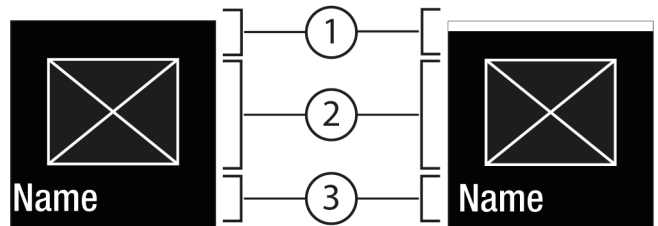
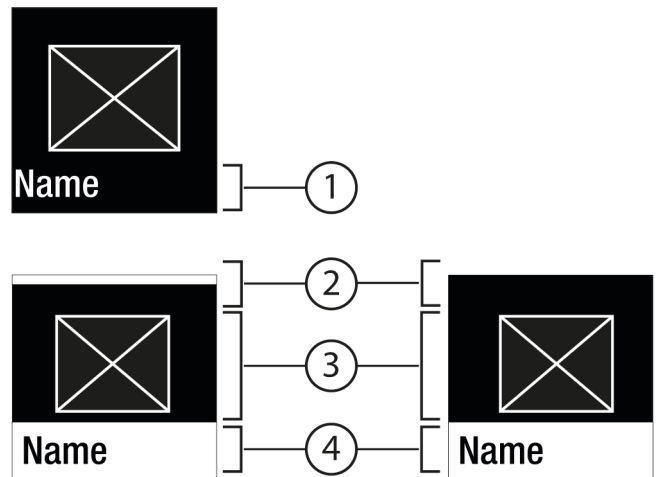

Fig. 6
Fig. 7
- Pomocou Potvrdiť Fig. 5 (2) vyvolajte podmenu Fig. 7 (4).
- Nastavenie novej hodnoty: Pomocou Potvrdiť Fig. 5 (2) vyberte deaktivovanú hodnotu Fig. 6 (1).
- Späť na menu: pomocou Potvrdiť Fig. 5 (2) vyberte už aktivovanú hodnotu Fig. 6 (2).
- ▷ Stav: aktivovaná *Fig. 6 (1)* sa krátko objaví v podmenu *Fig. 7 (4)*.